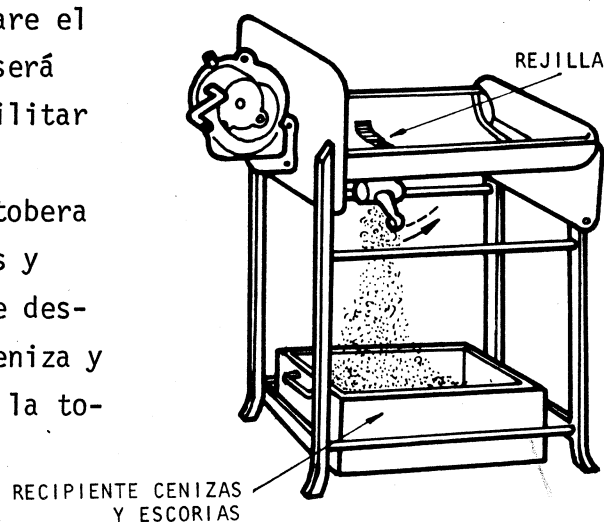

Fig. 2
- ___ c Coloque debajo de la tobera el recipiente de residuos y accione el dispositivo de descarga para eliminar la ceniza y carbonilla acumuladas en la tobera (fig. 2).